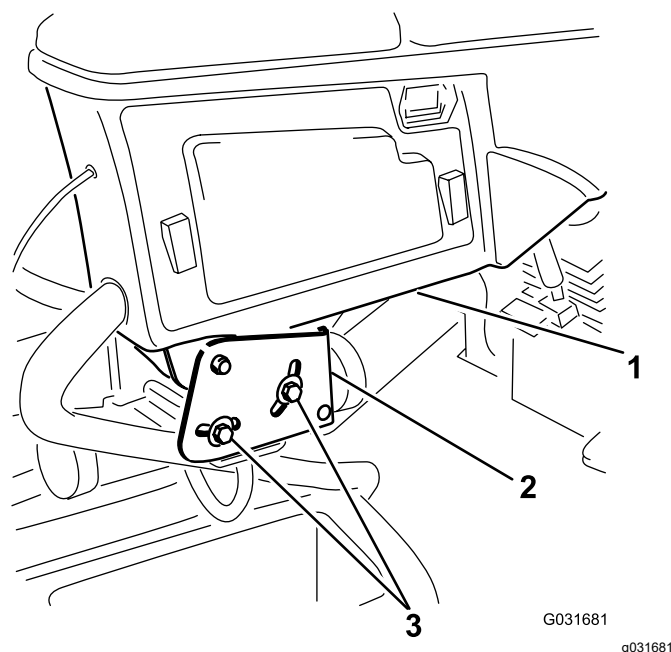

Figura 4
1. Slăbiți cele 2 uruburi care fixează braul de control pe suport (Figura 4).